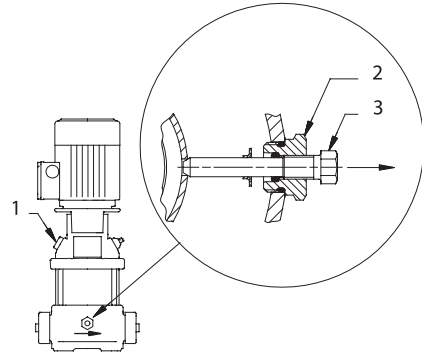

Рис. 4
- Вывернуть резьбовую пробку (поз. 1) заливочной горловины в верхней части насоса, смотрите рис. 4.
У насосов этих типов при вводе в эксплуатацию следует открыть перепускной вентиль (см. рис. 4). Перепускной вентиль соединяет напорную и всасывающую стороны насоса, что облегчает процесс его заполнения. Когда насос работает стабильно, перепускной вентиль можно закрыть.